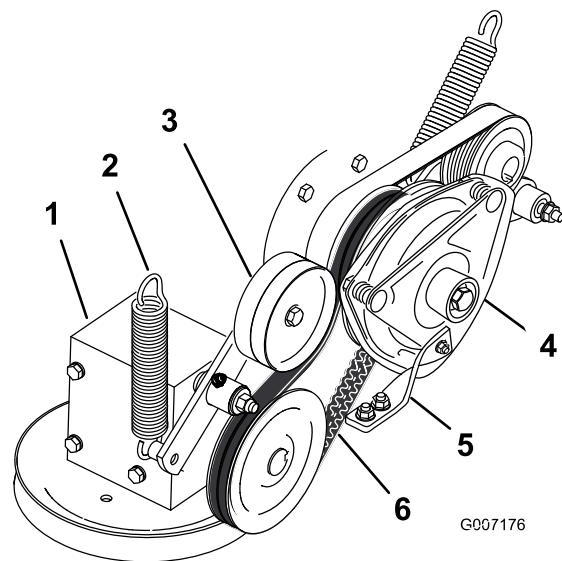

Bild 88
4. Entfernen Sie die Feder vom Spannarm (Bild 88).
7. Verlegen Sie den neuen Zapfwellen-Treibriemen um die Kupplungs- und Getriebespannscheibe (Bild 88).
9. Haken Sie die Feder wieder in den Spannarm ein (Bild 88).